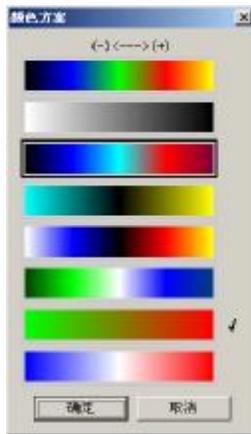

图 4.20 颜色方案
3、颜色方案: 弹出颜色方案选择对话框设置等值线图 and 模拟化色谱的颜色方案 (如图 4.20 所示);